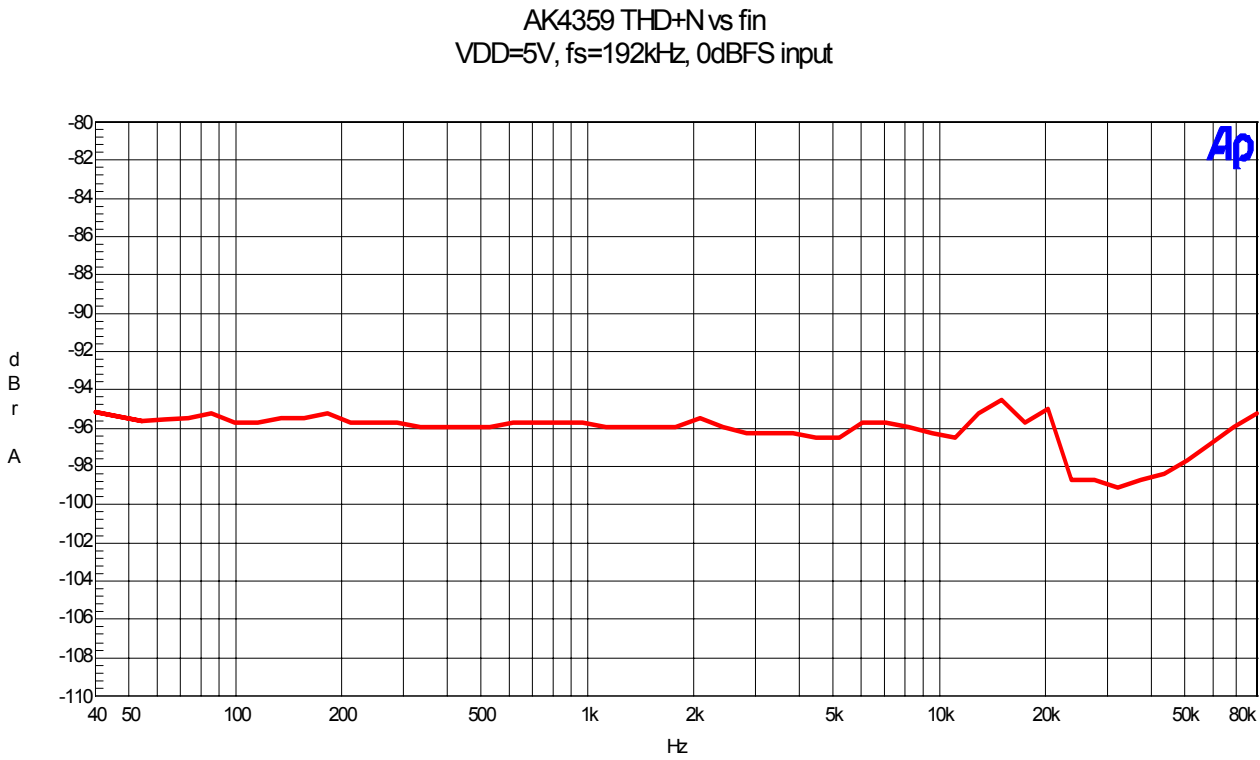

Figure27. THD+N vs fin (Input level=0dBFS)
- Figure27. THD+N vs fin (Input level=0dBFS)